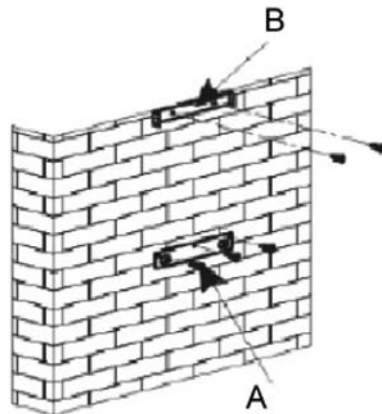

Bild. 1
Om du har ett utlopp till utomhusmiljö (bild. 1)
- Borra de tre hålen med en diameter på 8 mm på en lämplig plats på väggen och sätt i pluggarna (del A, bild 1).
- Säkra kåpans upphängningsenhet och se till så att den sitter helt plant (del A, bild 1.)
- Beräkna den definitiva höjden för att fixera kanalkonsolens U-fäste (del B, bild 1).
- Borra hål med 8 mm diameter och se till så att de är fixerade på stödfästet längs samma axel som kåpan (del B, bild 1).